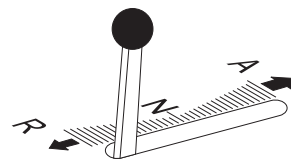

Figura 41. Palanca de transmisión engrane/desengrane (posición de reversa)
4. Cuando necesite hacer movimientos de reversa, coloque la **palanca de transporte** en la posición de **REVERSA** (Figura 41). Coloque la palanca de transporte completamente hacia atrás y la cortadora retrocedera a su máxima velocidad.